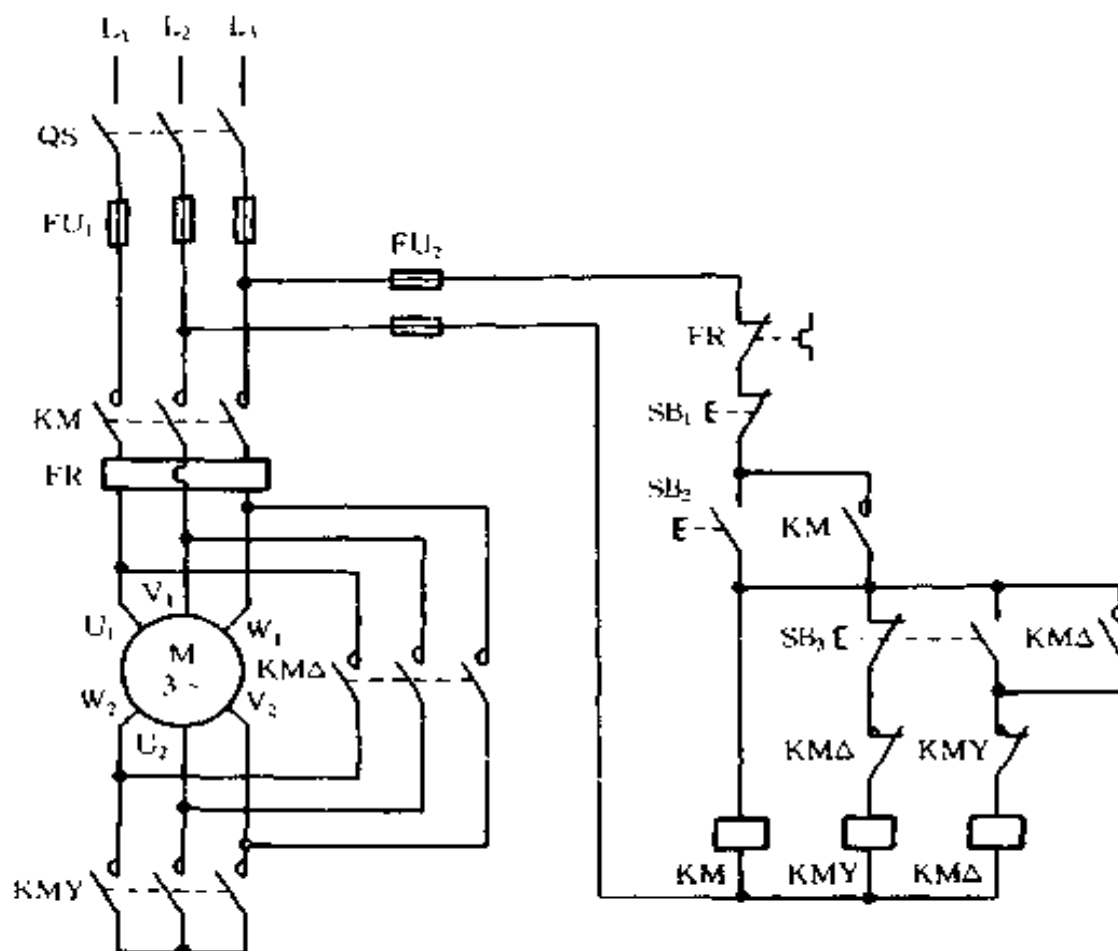

图 2-11 接触器手动转换接线原理图
② 接触器控制、按钮操作、手动转换 Y- Δ 启动接线原理图如图 2-11 所示。
(2) 如何根据给定的三相异步电动机功率,选取开关、导线、接触器和熔断器的规格?怎样进行实际接线?